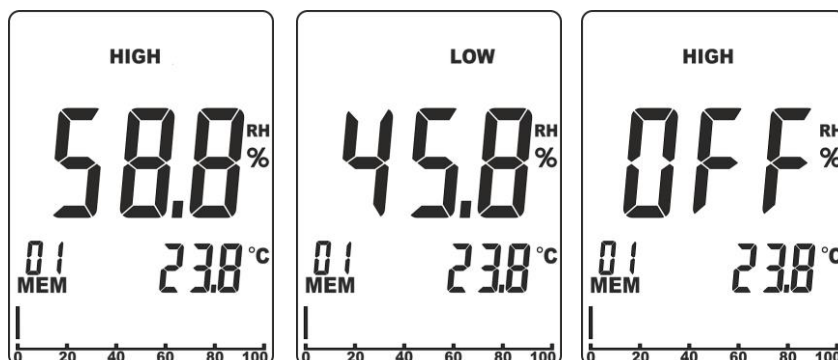

Fig. 5: Configuración umbrales de alarma medida %RH
1. Pulse simultáneamente durante algunos segundos las teclas **RH%** y **MODE/ZERO**. El símbolo “HIGH” se muestra en la parte superior del visualizador (ver la Fig. 5 – parte izquierda)
2. Use las teclas flecha ◀ o ▶ para configurar el valor del umbral Máximo en el rango: **0.1% ÷ 99.9%**. En estas condiciones el instrumento emitirá un sonido **intermitente** para el valor medido de humedad superior al umbral configurado. Seleccione la opción **“OFF”** para deshabilitar las alarmas (ver la Fig. 5 – parte derecha)
3. Pulse la tecla **MEM/ALM** para confirmar y pasar a la configuración del umbral Mínimo. El símbolo **“LOW”** se muestra en la parte superior del visualizador (ver el Fig. 5 – parte central)